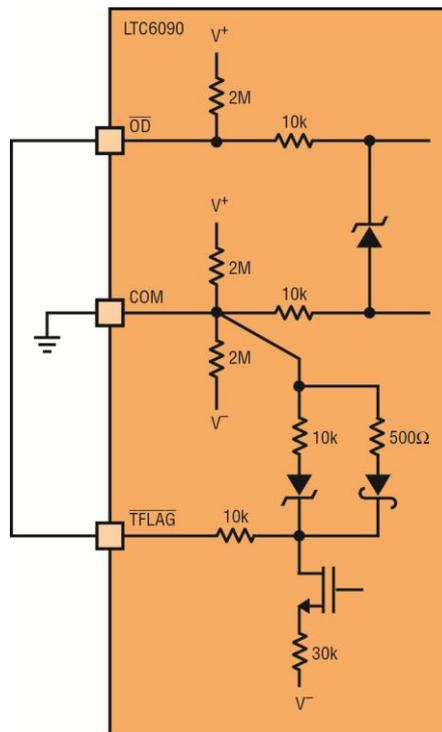

图 7：专为在芯片结温达到 145°C 时自动停用输出级而配置的低电压接口
LTC6090 上的低电压控制线最低可连接至负电源轨，最高则可连接至比正电源轨低 5V 的电压。COM 引脚充当一个与低电压控制线相连的公共接口，并可连接至低电压系统地或浮置。输出停用 (OD) 和过热 (TFLAG) 引脚现参考于低电压系统地。如图 7 所示，利用二极管和电阻器对 COM、OD、TFLAG 引脚提供保护。倘若被浮置时，则由 OD 引脚的内部上拉电阻器把 COM 引脚拉至高于中间电源至 21V (当电源为 $\pm 70V$ 时)。